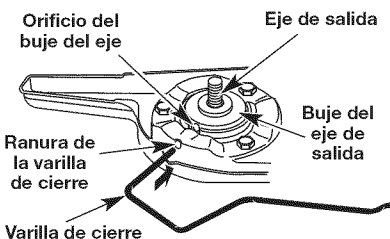

Fig. 7
1. Alinee el orificio del buje del eje con la ranura de la varilla de cierre e inserte la varilla de cierre en el orificio del buje (Fig. 7).
3. Alinee el orificio del buje del eje con la ranura de la varilla de cierre e inserte la varilla de cierre en el orificio del buje (Fig. 7).